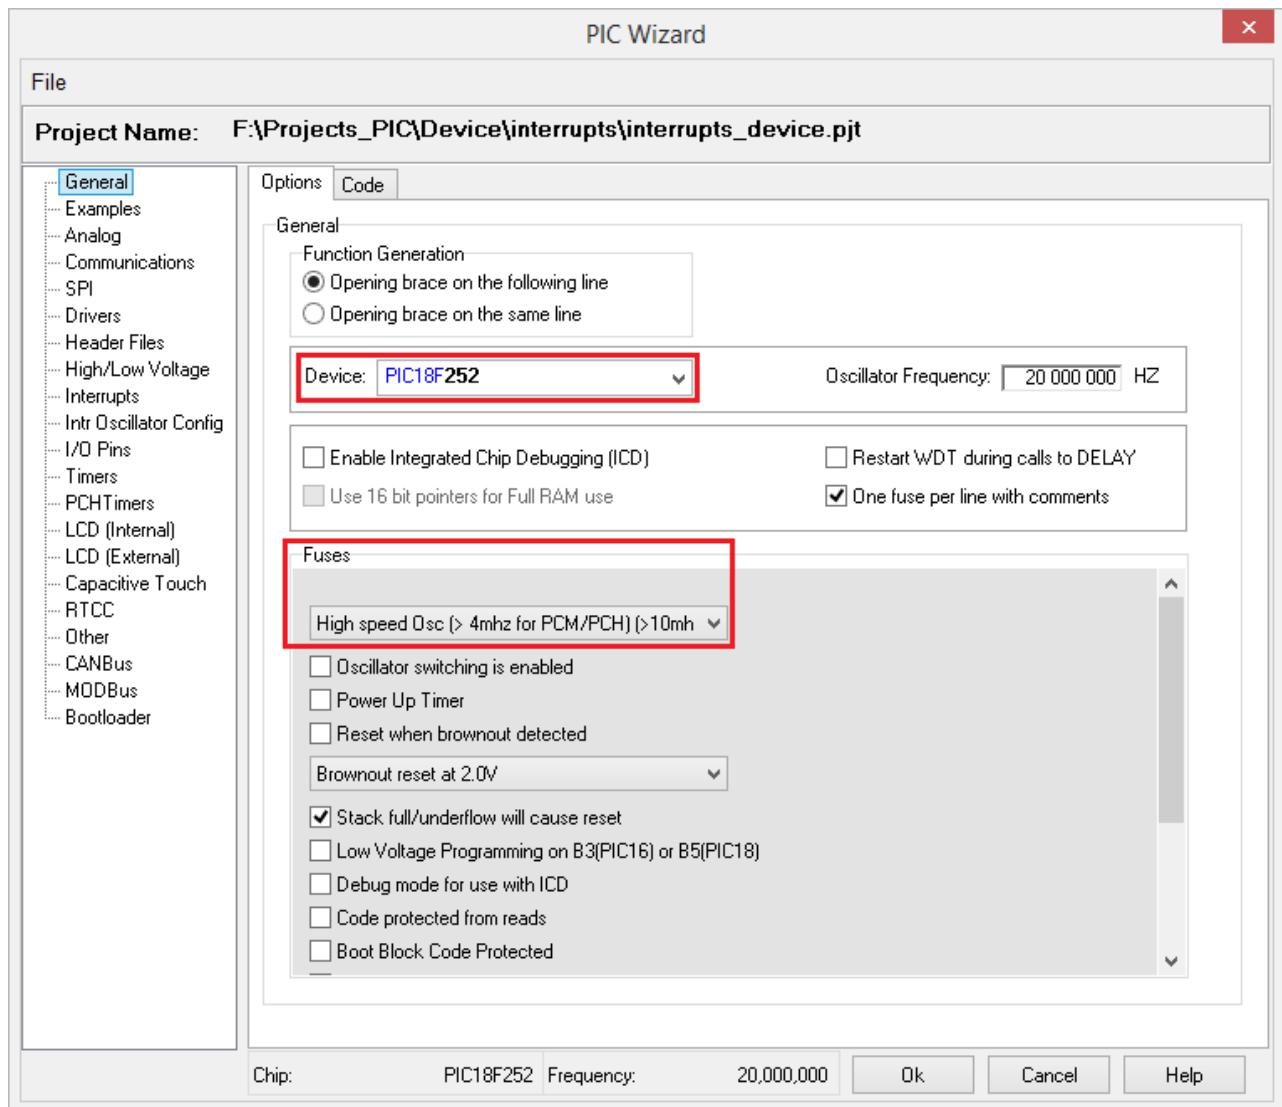

Рисунок 3.2.4 – Розділ General майстра PIC Wizard
Для запуску майстра **PIC Wizard** слід виконати відповідну команду меню **Project**, а потім вказати розміщення і ім'я головного файлу проекту. В результаті відкриється вікно майстра, що складається з розділів з параметрами проекту (рис. 3.2.4).
У розділі **General** (рис. 3.2.4) вибирається цільовий мікроконтролер (спісок **Device**, що розкривається), його робоча частота (поле **Oscillator Frequency**), а також настроюються загальні параметри, на зразок розрядів запобігання, типу джерела системної синхронізації, порогової напруги для скидання та ін.
5. У розділі **General** > **Fuses** вибрати тип генератора **High speed Osc (> 4mhz for PCM/PCH) (>10mhz for PCD)** (рис. 3.2.4):